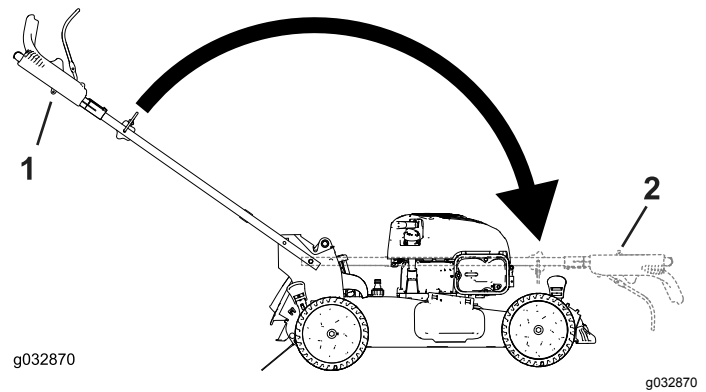

Figura 30
1. Pomo del manillar (2)
2. Perno de cuello cuadrado (2)
3. Doble el manillar girándolo hacia adelante (Figura 30).